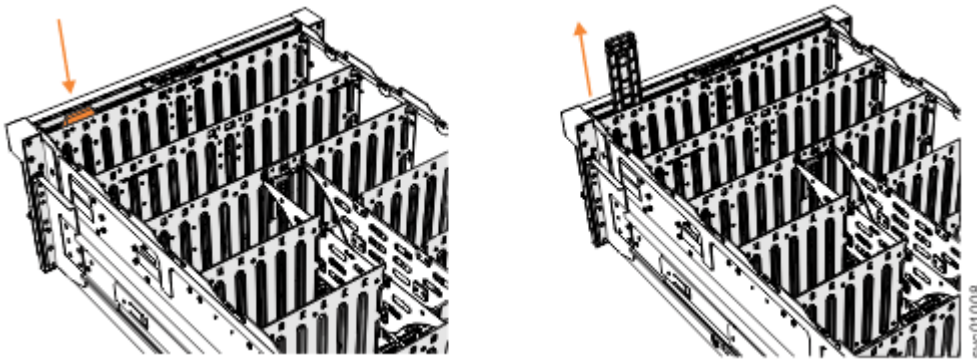

Abbildung 128. Konsolanzeigebaugruppe entfernen
3. Drücken Sie auf den Lösehebel oben auf der Konsolanzeigebaugruppe (siehe Abbildung 128 auf Seite 116).